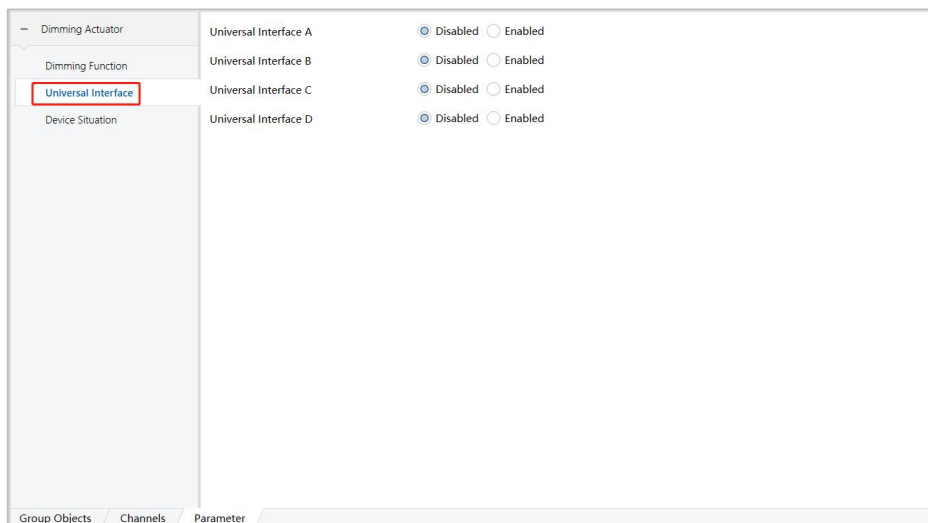

图 6.2.1
1) 在 “Universal Interface” 参数设置界面, 有 Universal Interface A-D 四个干接点接口, 可选项: Enabled (启动)、Disabled (停用), 如图 6.2.1 所示;